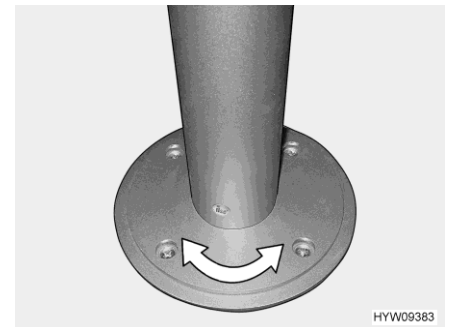

Bild 56 Säulen-Tischfuß (drehbar)
- Tischplatte in gewünschte Stellung drehen. Dazu ist etwas Kraftaufwand nötig, denn die Tischplatte dreht sich gegen den Reibungswiderstand am Säulen-Tischfuß (Bild 56).